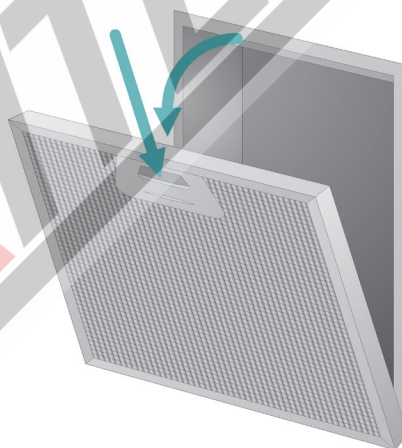

Рис. 12 *Снятие алюминиевого жироулавливающего фильтра*
1. Нажмите на защелки на жироулавливателем фильтре и снимите фильтр. (Рис. 12)